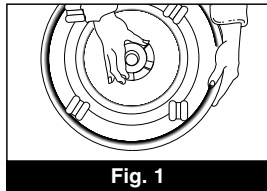

Fig. 1
Paso 2: Para abrir, coloque con cuidado el purificador de aire sobre su costado y destornille el mecanismo de bloqueo situado debajo del conjunto de la base. (Fig. 1)